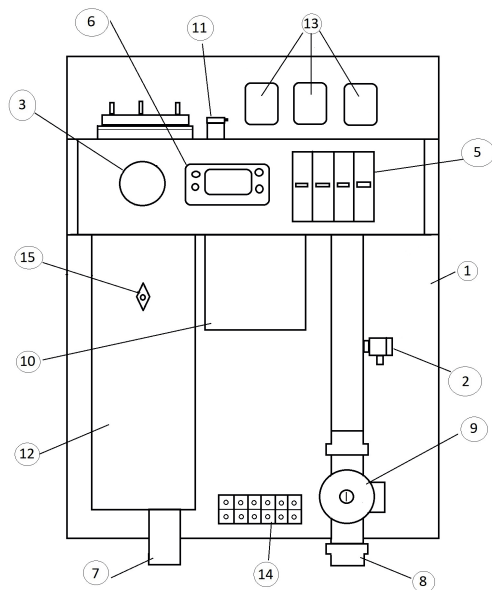

Рис. 2 – Конструкция электрического котла
Электрический котел (Рис.2) состоит из корпуса (1) сварной конструкции. В верхней части корпуса расположена колба (12) с блоком нагревательных элементов, автоматическим воздухоотводчиком (11), расширительным баком (10), аварийным термостатом (15) и предохранительным клапаном (2). В нижней части электрического котла расположены патрубки входа (8) и выхода (7) теплоносителя. К патрубку входа присоединен циркуляционный насос (9). На основании закреплен корпус (1) и защитный кожух который выполнен из стального листа и служит для защиты обслуживающего персонала от ожогов и поражения электрическим током. Кожух фиксируется на основании с помощью саморезов.
При монтаже электрического котла необходимо выдерживать минимальные расстояния до стен, пола и потолка, указанных на Рис.2. Расстояния необходимо соблюдать для удобства эксплуатации и сервисного обслуживания. Запрещается помещать котел в ниши, загромождающие крепежные элементы кожуха котла и препятствующие естественной вентиляции изделия.